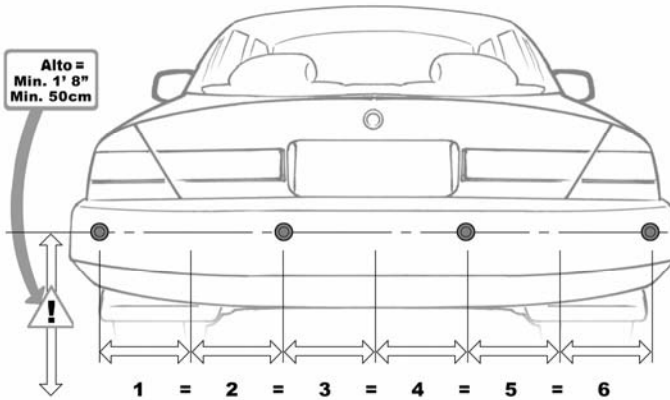

Figura 1
- b. Divida y marque la defensa como se muestra en la Figura 1.
- c. Instale los sensores igualmente desde el centro de la defensa, como se muestra en Figura 1.